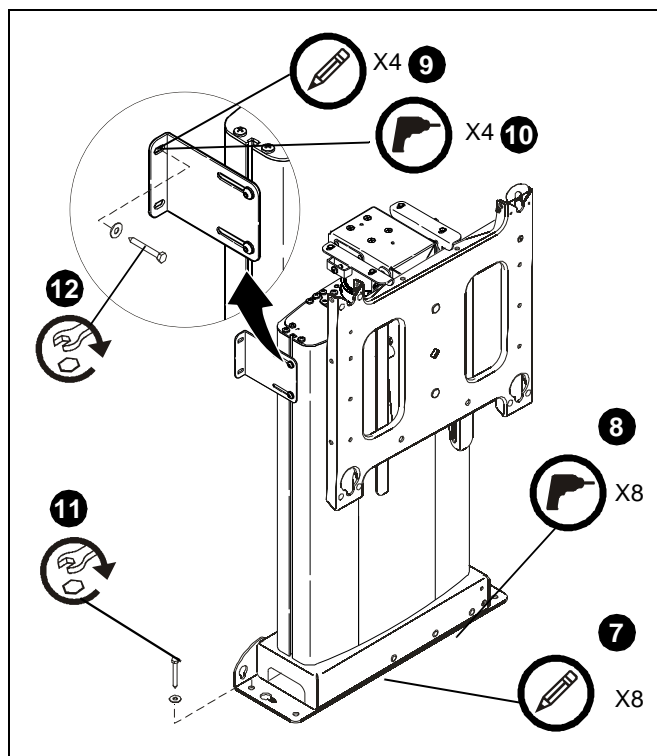

рис. 24
5. Ослабьте четыре винта, закрепляющих боковые монтажные кронштейны на кронштейне, и отрегулируйте положение боковых монтажных кронштейнов, чтобы они были правильно расположены по отношению к вертикальной поверхности монтажа. (см. рис. 24)
6. Затяните четыре винта, чтобы зафиксировать положение боковых монтажных кронштейнов. (см. рис. 24).
7. Отметьте расположения восьми базовых монтажных отверстий. (см. рис. 24)
11. Закрепите основание кронштейна на поверхности монтажа с помощью восьми винтов. (см. рис. 24)
12. Закрепите кронштейн на вертикальной поверхности монтажа с помощью четырех винтов. (см. рис. 24)